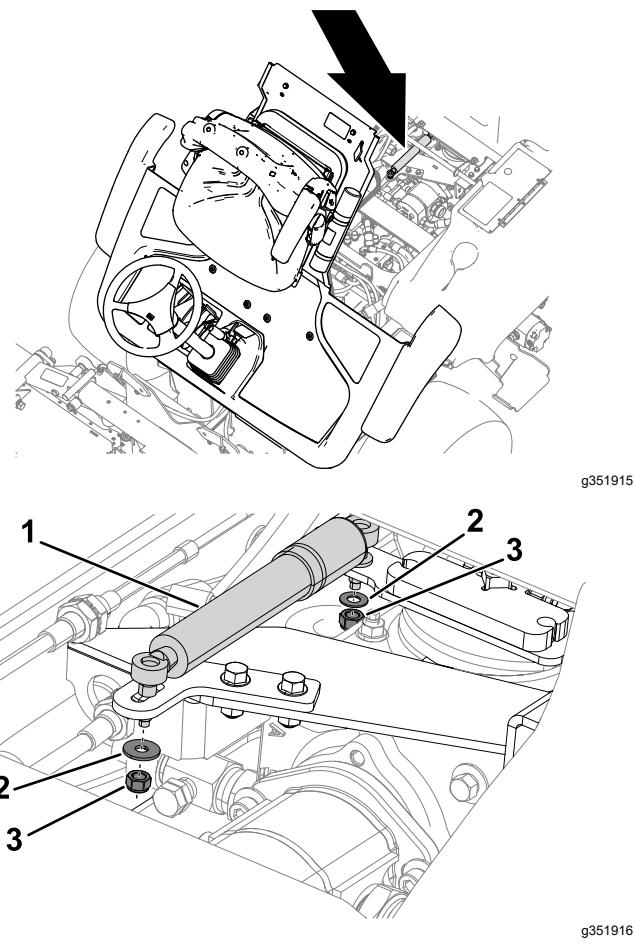

Figura 87
- Retire las arandelas y las tuercas que sujetan el amortiguador al soporte y a la bomba de transmisión (Figura 87).